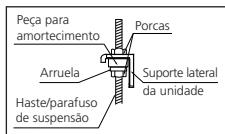

FIG. 61
- Alinhe com firmeza a unidade ajustando as porcas nos suportes laterais para garantir o nivelamento da unidade. Fig. 61.